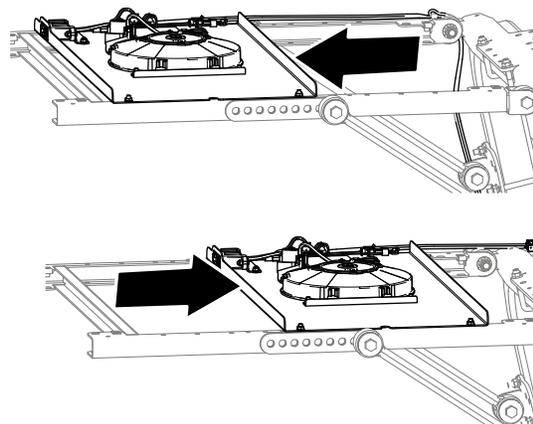

Figure 13
- C. Avancez ou reculez le panneau de commande (Figure 13) afin que le ventilateur de refroidissement se trouve en face de la position que vous avez déterminée à l'opération 3.